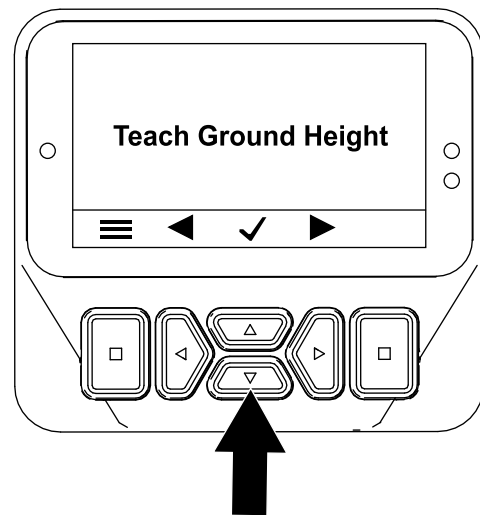

Figure 62
4. Dans l'écran Teach Ground Height (Figure 62), appuyez sur l'un des boutons au centre.